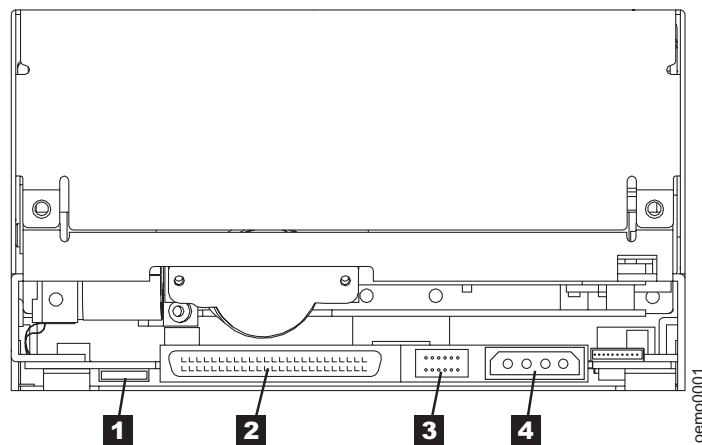

Figure 3. Vue arrière de l'unité de bande interne.
Définition de l'ID SCSI à l'aide de cavaliers : Il est possible de définir l'ID SCSI de l'unité en installant des cavaliers de 2 mm sur le connecteur d'ID SCSI de l'unité (numéro **3** de la figure 3 à la page 7). Il se peut que votre unité vous ait été livrée avec un ID SCSI préconfiguré par défaut, c'est-à-dire avec des cavaliers déjà installés. Pour savoir comment modifier cette configuration SCSI par défaut, prenez contact avec votre partenaire commercial ou votre support technique. Pour modifier l'ID SCSI, il suffit de déplacer, ajouter ou supprimer des cavaliers.
1. Repérez le connecteur d'ID SCSI (numéro **3** de la figure 3 à la page 7).
Définition de l'ID SCSI à l'aide d'un commutateur d'ID SCSI : Si votre boîtier utilise un commutateur d'ID SCSI (au lieu de cavaliers), branchez ce commutateur sur le connecteur d'ID SCSI de l'unité (numéro **3** de la figure 3 à la page 7). Si des cavaliers sont installés sur ce connecteur, retirez-les avant de brancher le commutateur. Le commutateur d'ID SCSI doit être compatible avec le connecteur d'ID SCSI de l'unité et doit établir des connexions électriques entre les mêmes broches que les cavaliers afin de définir les mêmes ID SCSI.
- ___ 3. Branchez le cordon d'alimentation interne du boîtier sur le connecteur d'alimentation de l'unité (numéro **4** de la figure 3 à la page 7). Assurez-vous que ce branchement est correctement effectué.
1. Branchez le cordon SCSI interne du boîtier sur le connecteur SCSI de l'unité (numéro **2** de la figure 3 à la page 7). Assurez-vous que ce branchement est correctement effectué.